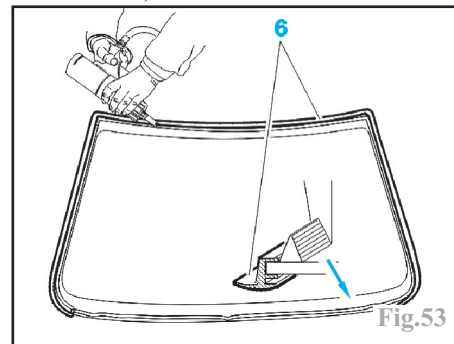

Fig.53
Poser l'enjoliveur du pare-brise (6) (Fig.53).